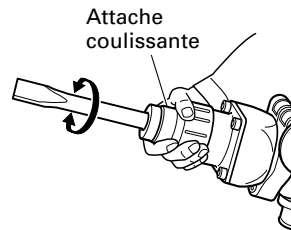

Fig. 9
- (c) Tourner l'attache coulissante comme indiqué à la Fig. 9 et fixer dans le sens de travail voulu.
- (d) Commuter le sélecteur sur "frappe" en procédant comme indiqué au point (1) ci-dessus et fixer la position de l'outil.